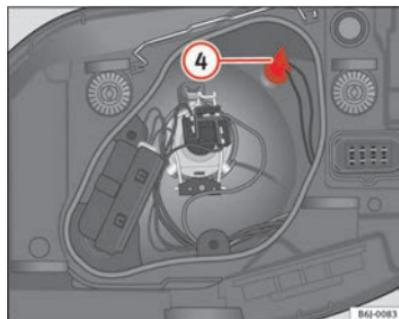

Abb. 144 Standlicht
- Nehmen Sie den Lampenträger **4** ⇒ Seite 235, Abb. 144 heraus.